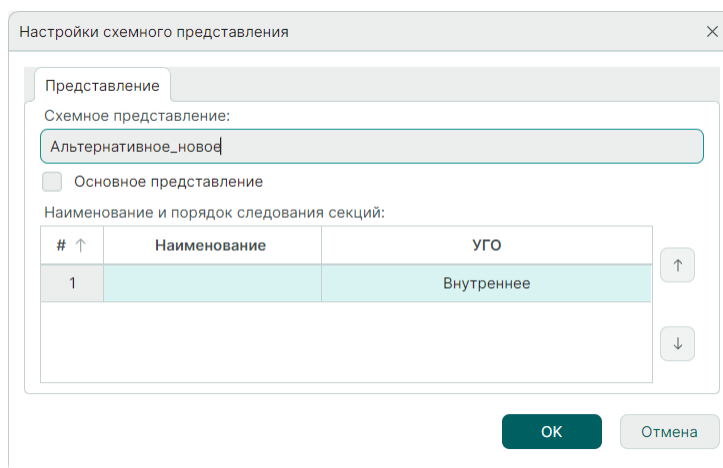

Рис. 236 Ввод нового имени схемного представления
2. Определите новое имя представления в поле «Настройки схемного представления» → «Схемное представление» → «Схемное представление», см. Рис. 236.